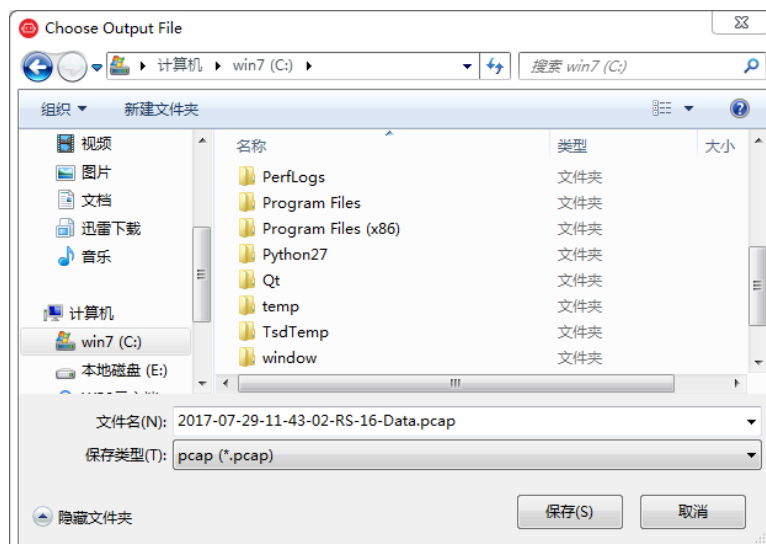

图 C-5 RSView 保存对话框
2. 在弹出的 **Choose Output File** 对话框中，选择需要保存的路径和保存的文件名后，点击“保存 (S)”按钮(图 C-5)。RSView 将开始将数据包文件写入目标 pcap 文件中。(注意：RS-Helios 将会产生大量的数据，随着记录时间变长，目标 pcap 文件将会变大。因此最好将记录文件保存到 HDD 或者 SSD 中，而不是保存到较慢的 USB 设备或者用网络保存)。